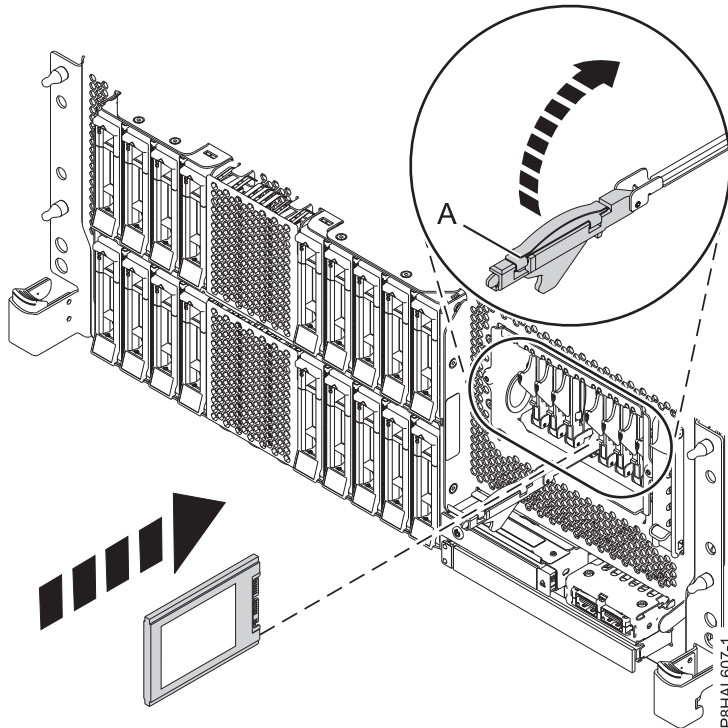
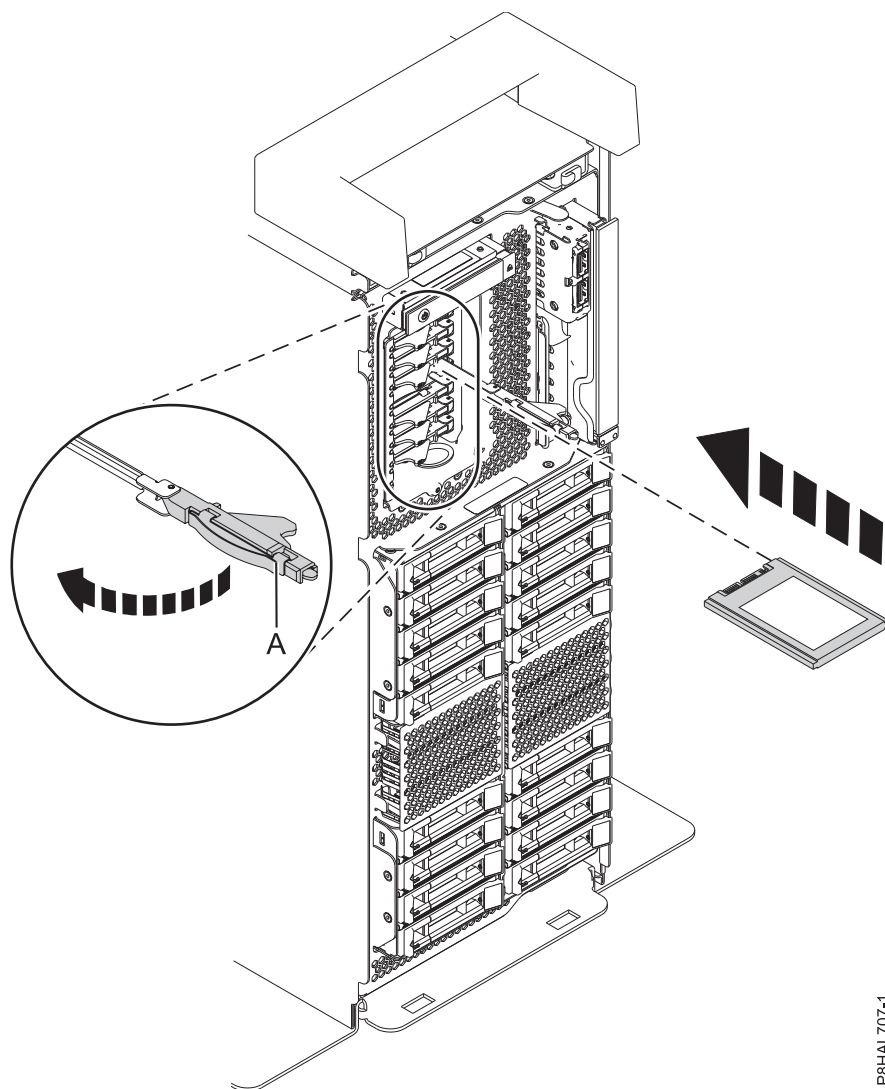

Figure 83. Remise en place d'une unité SSD dans un système à fonction étendue monté en armoire
Figure 84. Remise en place d'une unité SSD dans un système à fonction étendue autonome
12. Avec la poignée de la baie d'unité SSD (**A**) en position déverrouillée, tirez le levier vers l'extérieur pour accéder aux rails de guidage de l'emplacement SSD. Maintenez l'unité SSD par le dessous tout en l'alignant avec les rails de guidage de l'emplacement SSD. Voir figure 83, à la page 90 et figure 84, à la page 91.
16. Verrouillez l'unité en faisant tourner la poignée de la baie (A) dans la direction indiquée. Voir figure 83 et figure 84, à la page 91.